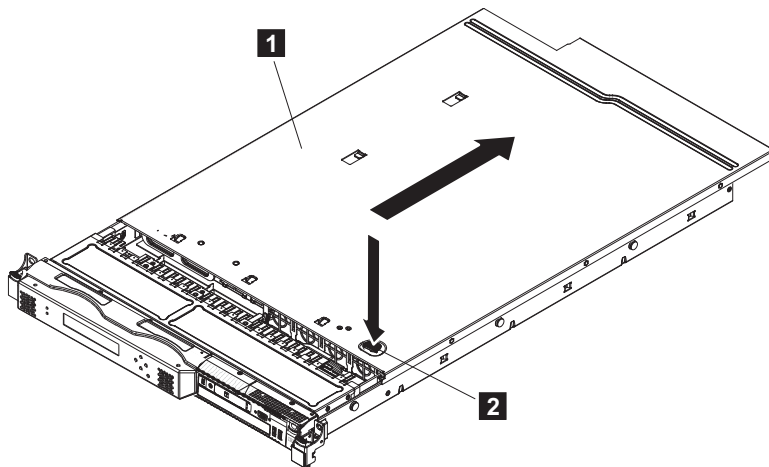

Figura 76. Removendo a tampa do SAN Volume Controller 2145-CG8 ou 2145-CF8
5. Pressione com firmeza a guia azul (**2** na Figura 76 na página 103) que prende a tampa (**1**) e deslize a tampa em direção à parte posterior do nó até que a tampa se desencaixe do chassi.